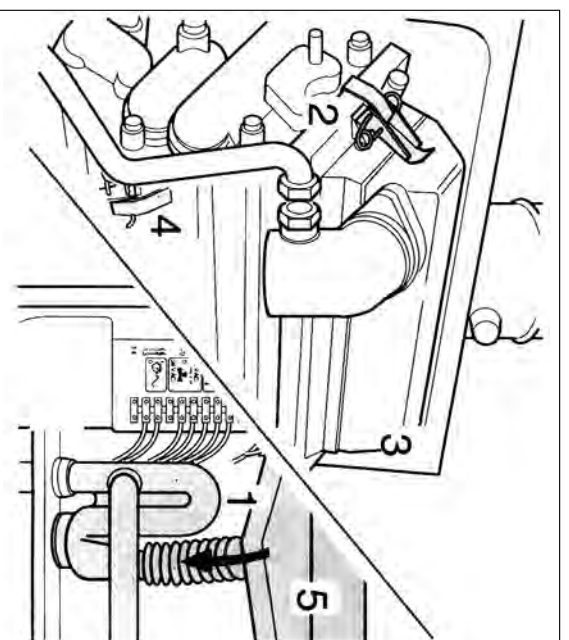

Fig. 37
2) Rimuovere il bruciatore (vedi Fig. 37)
3) Togliere ed effettuare la pulizia del sifone di caldaia (Fig. 37, pos. 1)
- Sganciare le 4 cerniere e rimuovere la piastra di raccolta condensa (Fig. 37, pos. 5);